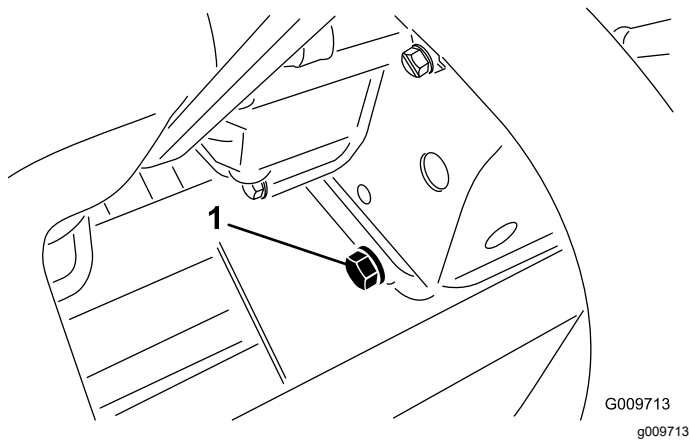

图 56
- 拆下排油塞图 56 让油流入放油盘。油不再流时安装排油塞。